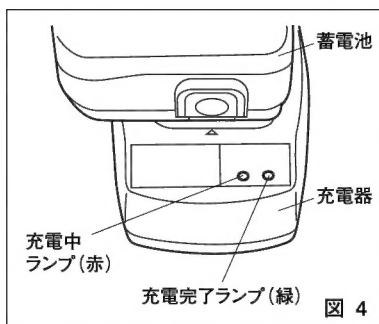

図 4
- ③ 充電器の差込プラグを電源に差し込んでください。充電中ランプ (赤色) が点灯し充電が始まります。充電完了ランプ (緑色) が点灯すると充電完了です。約60分で充電完了です。(図4)